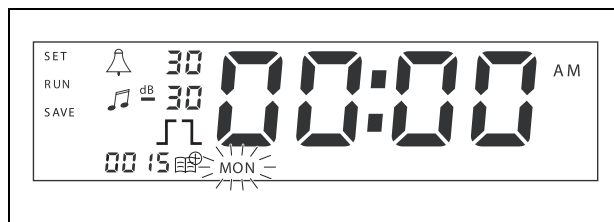

Abbildung 7.2: Programmierung von Datum und Zeit des Ereignisses
- 4 Halten Sie den Drehwähler gedrückt, um die Programmsequenz zu starten. Die volle Displayanzeige erscheint erneut, und das Wochentagsymbol beginnt zu blinken (siehe Abbildung 7.2).